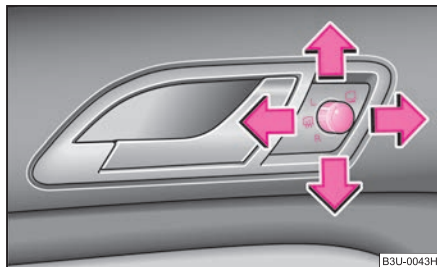

Abb. 52 Türinnenenteil:
- Stellen Sie den Drehknoopf in die Position  ⇒ Abb. 52.
Wenn der Drehknopf in Position **R** ⇒ Abb. 52 steht und der Rückwärtsgang eingelegt wird, kippt die Spiegelfläche etwas nach unten. Dadurch wird beim Einparken die Sicht zur Bordsteinkante ermöglicht.
- Stellen Sie die Außenspiegelbetätigung in die Position **R** ⇒ Seite 58, Abb. 52.